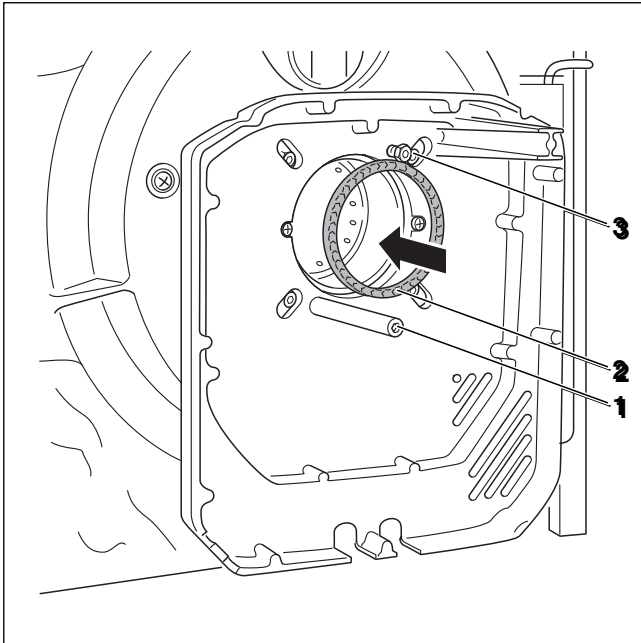
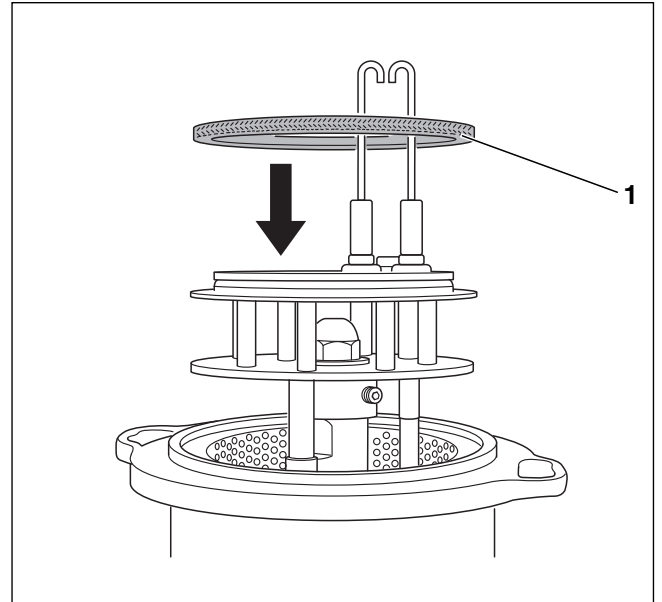

Bild 53 Dichtung bei Brennertypen 17 bis 45 einsetzen
Bild 54 Dichtung bei Brennertypen 55 bis 68 einsetzen
- ▶ Vor dem Einbau des Brenners die Dichtung (→ Bild 53 oder Bild 54) zwischen Mischsystem und Brennerrohr prüfen.
- ▶ Dichtung (→ Bild 53, [2]) in das Brennerrohr einsetzen.
- ▶ Dichtung (→ Bild 54, [1]) zunächst auf das Mischsystem aufsetzen.
- ▶ Den Brenner auf die beiden Schrauben im Brennerflansch (→ Bild 53, [1] und [3]) aufsetzen.
- ▶ Linksdrehung bis zum Anschlag und die Befestigungsschrauben (→ Bild 53, [1] und [3]) wieder anziehen.